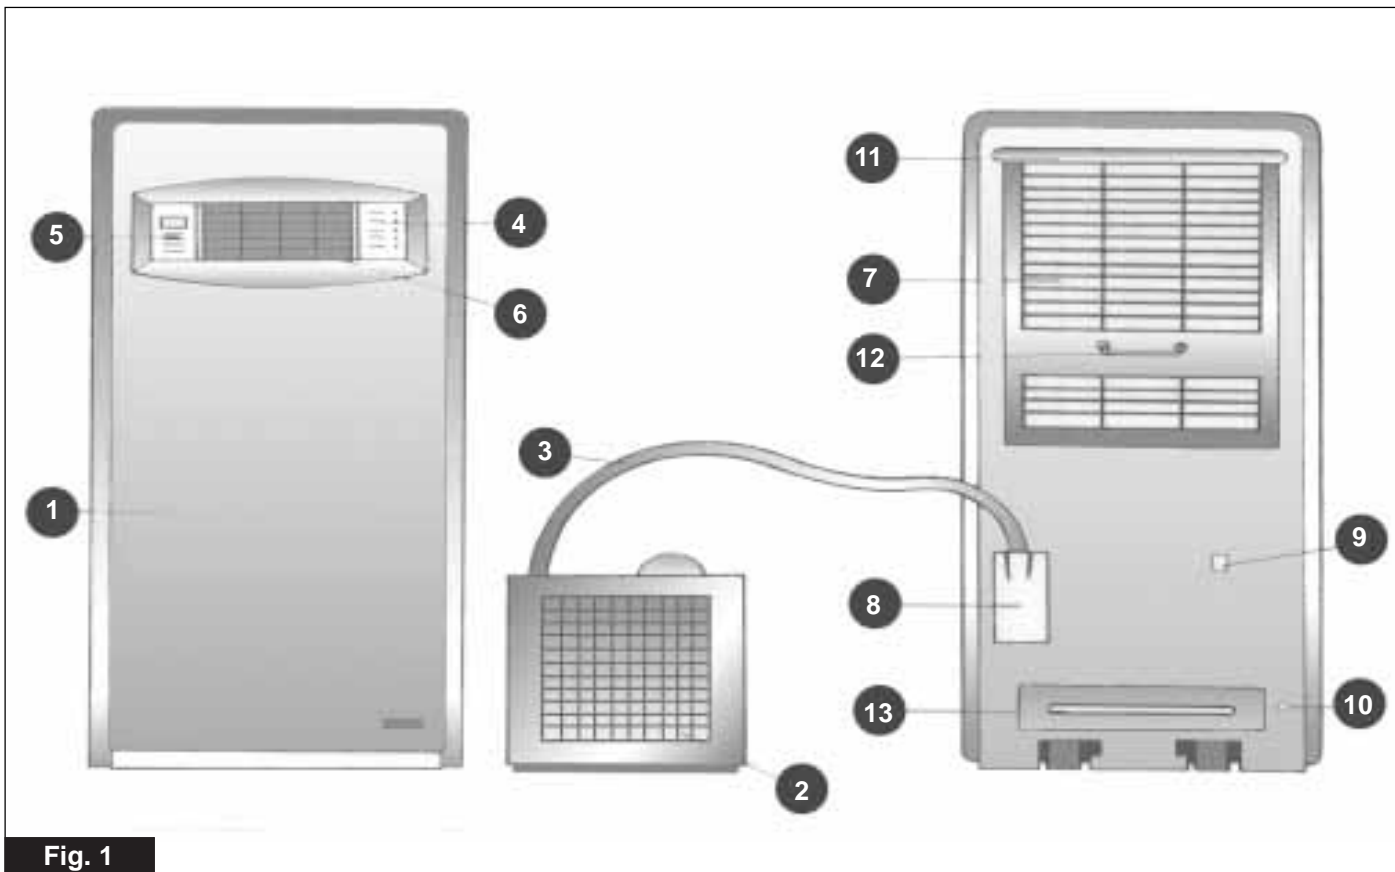

Fig. 1
• Il totale arresto del CLIMATIZZATORE, nonostante che vi sia la normale alimentazione elettrica, può essere dovuto all'intervento di una sicurezza interna che impedisce la fuoriuscita di acqua. Prima di chiamare il centro assistenza provate a drenare l'acqua contenuta nel CLIMATIZZATORE togliendo il tappo apposito (Fig. 1). Se l'inconveniente dovesse riverificarsi fate controllare il Vs. climatizzatore da un tecnico specializzato.
• Si le CLIMATISEUR s'arrête complètement, malgré une alimentation électrique normale, ceci est peut-être dû à l'activation d'une sécurité interne qui empêche l'eau de s'évacuer. Avant d'appeler le centre d'assistance, essayez de drainer l'eau contenue dans le CLIMATISEUR en enlevant le bouchon spécial (Fig. 1). Si l'inconvenient se reproduit, faites contrôler l'appareil par un technicien spécialisé.
• If the AIR CONDITIONER stops completely, even when the electrical supply is functioning normally, this could be due to the intervention of an internal safety device which impedes the outflow of water. Before calling the service centre, try draining the water from the unit by removing the air plug (Fig. 1). If the problem persists, have your air conditioner checked by a specialized technician.
• Den Verbindungsschlauch der beiden Geräte nicht knicken oder verbiegen. Sollte das Klimagerät trotz regelmäßiger Stromversorgung nicht anlaufen, so kann eine interne Sicherung angesprochen haben, die den Wasserauslauf verhindert. Vor Inanspruchnahme des Kundendienstes versuchen, das im Gerät enthaltene Wasser durch Abnahme des Stöpsels (Fig. 1) auslaufen zu lassen. Sollte dieses Problem wiederholt eintreten, so ist das Gerät von einem Techniker zu prüfen.
• Si el ACONDICIONADOR se para completamente a pesar de la normal alimentación eléctrica, puede ser que ello se deba a la activación de una seguridad interna que impide la evacuación del agua. Antes de llamar al centro de asistencia, trate de vaciar el agua contenida en el ACONDICIONADOR quitando el tapón correspondiente (Fig. 1). Si el inconveniente se repitiera haga controlar su acondicionador por un técnico especializado.
• Als de airconditioner stopt ondanks juiste stroomvoorziening kan dit veroorzaakt worden door een interne beveiliging die de condenswaterafvoer controleert. Voor de servicedienst te raadplegen kunt u zelf de ontluichtingsplug verwijderen zodat het water kan weglopen (fig 1). Als dit probleem zich herhaalt, laat dan het apparaat controleren door de erkende vakman.
ONDERDELENLIJST (Fig. 1)